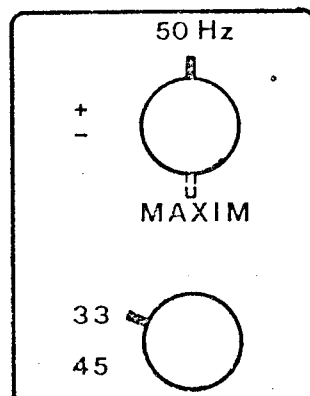

BILD 4
6. Jetzt drehen Sie das Potentiometer für die Feinregulierung P1 auf Anschlag im Uhrzeigersinn und vergleichen Sie seine Position mit dem Bild 4.
7. Feinregulierungs-Potentiometer P 1 in die Position 50 Hz (gemäß Bild 4) zurückdrehen. Jetzt sollen die oberen Balken auf dem Stroboskopring stillstehen. (Die oberen